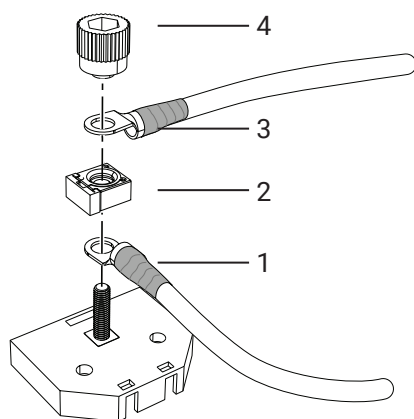
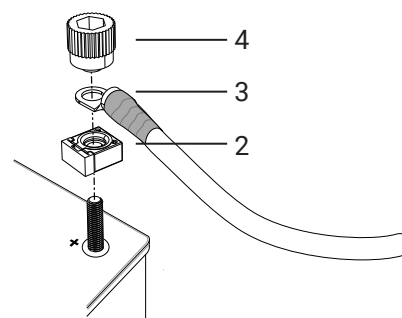

Bild 40. Inkoppling till säkringslåda
Bild 41. Inkoppling till batteriets plus-pol
3. Säkerställ att hyttströmbrytaren (CS) i förekommande fall står i läge "Av".
4. Vid användning av säkringslåda, anslut kabeln (1) till batteriets pluspol och till säkringslådan och placera där säkringen (2) ovanpå, se Bild 40.
5. Vid anslutning direkt till batteriets plus-pol, placera säkringen (2) på plus-polen, se Bild 41.
6. Anslut huvudströmkabeln (3) till säkringslådan/plus-polen, se Bild 40 - Bild 41.
7. Skruva fast kabelanslutningar och säkring med vredet (4). Kablarna monteras 90° alt. 180° ifrån varandra. Säkringen monteras i rät vinkel mot kablarna, se Bild 40 - Bild 41.